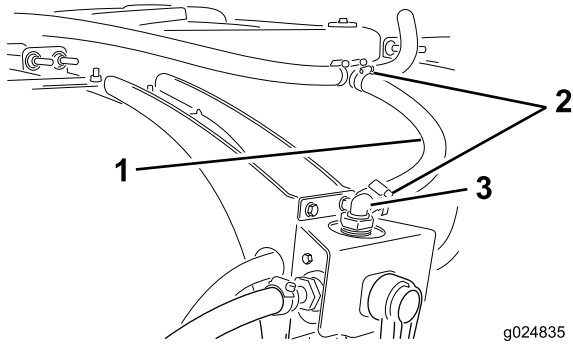

Bild 30
3. Befestigen Sie den Schlauch am offenen Ende des vorher befestigten T-Anschlussstücks (Bild 30).